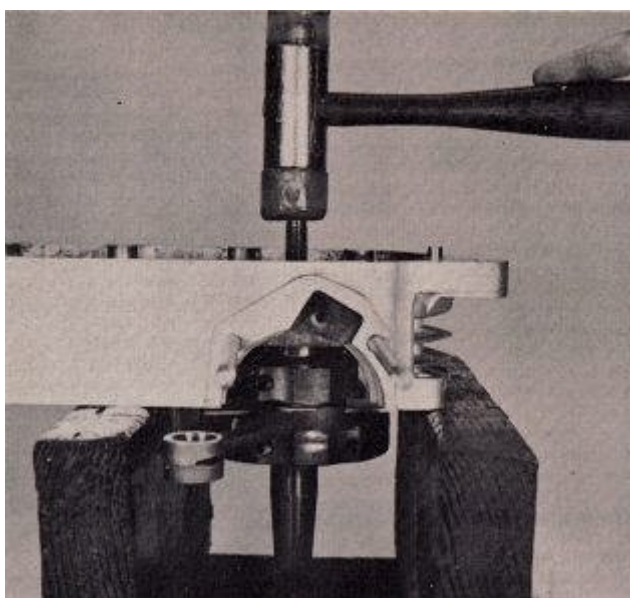

FIG. 19
4. Cuando el caso contrario motor izquierdo se ha calentado a la temperatura deseada, envuelva un trapo alrededor del eje del disco magneto lado y tire del montaje del cigüeñal de la caja. lleva la cara principal principal seguirá siendo en el cigüeñal. Si el cigüeñal no se retirarán, el apoyo a la caja sobre una pequeña caja de madera para que la manivela está colgando libremente, y empujarla fuera de la caja (Fig. 19). Si es necesario, toque el extremo del eje del lado de la transmisión primaria suavemente con un martillo de plástico o de cuero crudo para eliminarlo.